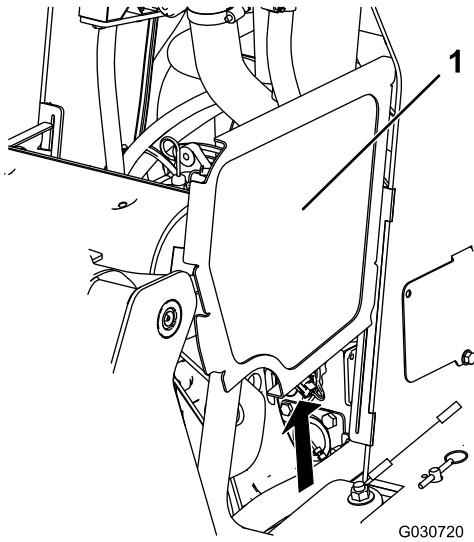

Bild 40
2. Schieben Sie die Seitengitter (Bild 40) nach oben und aus den Schlitten im vorderen Gitter und im Rahmen.